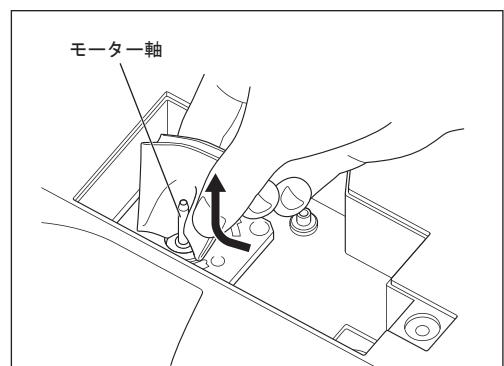

図59
- ・モーター軸の汚れや水分を拭き取る際は、根元から拭きあげてください（図59）。